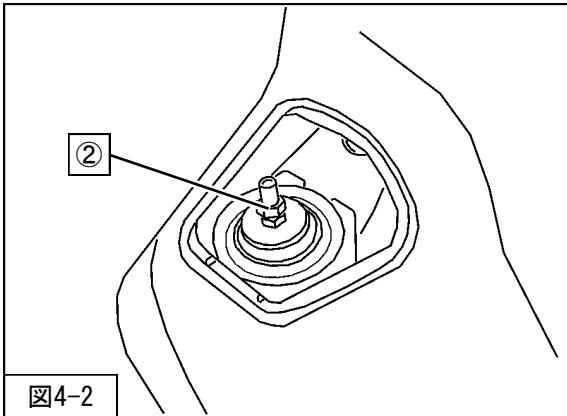

図4-2
3. アクスルビームをジャッキで下から支えながら、②リアショックアブソーバASSYアッパー取付ナットを取外してください。(図4-2)